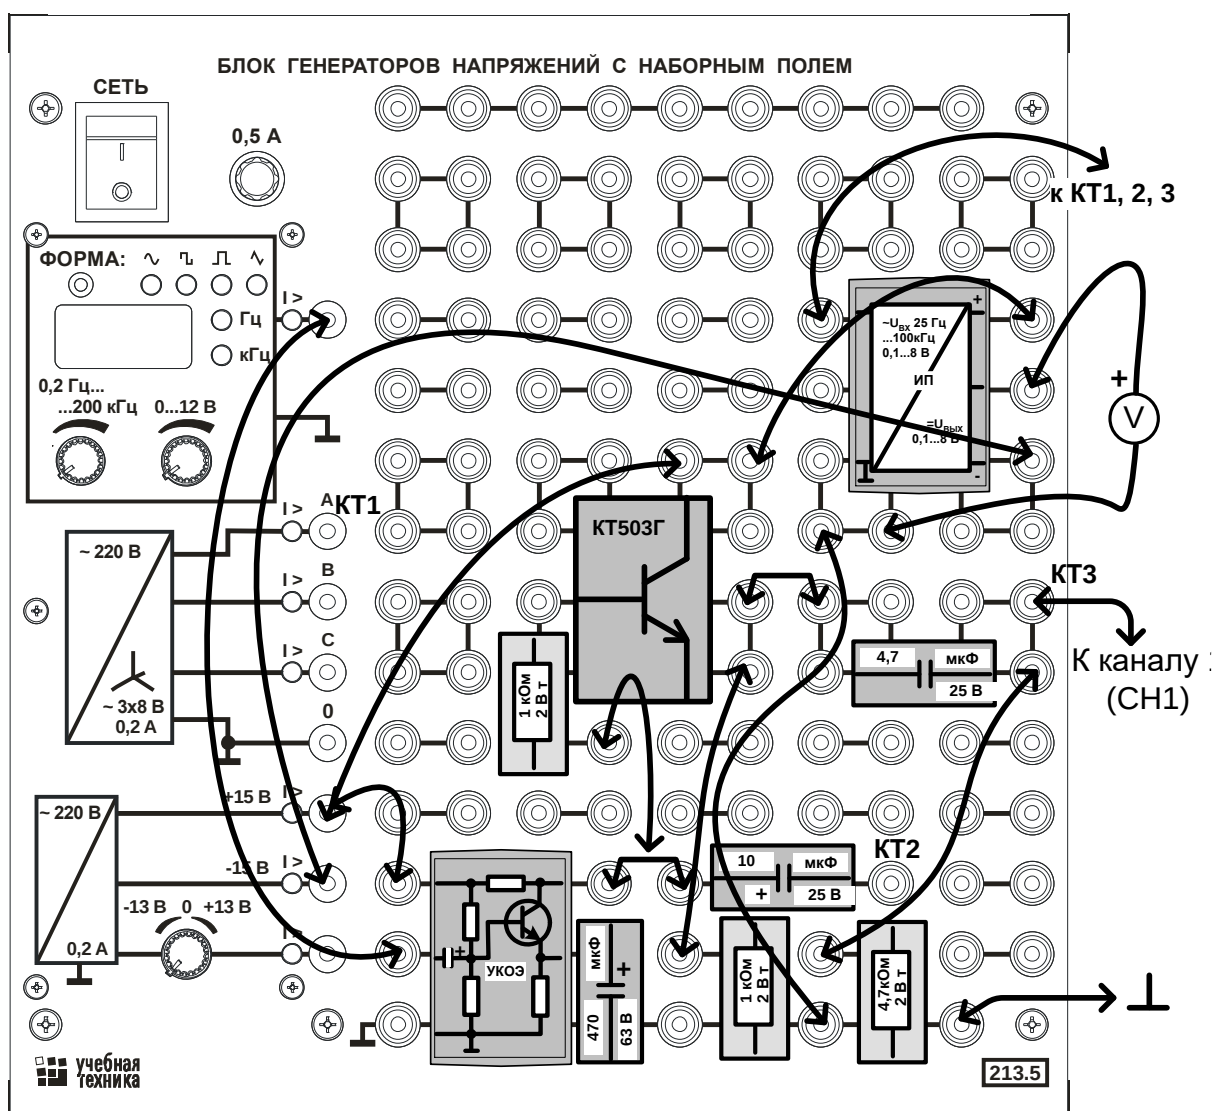

Рис. 7.3. Монтажная схема.
- Соберите цепь согласно принципиальной схеме (рис. 7.2) и монтажной схеме (рис. 7.3). **При сборке схемы не перепутайте полярность электролитических конденсаторов!** Переведите переключатель рода сигналов генератора напряжений в положение «~» (синусоида) и установите частоту любую частоту от 1 до 10 кГц (переключатель диапазонов – в положении « $\times 10$ », в окошке счётчика – любое число от 100 до 999).